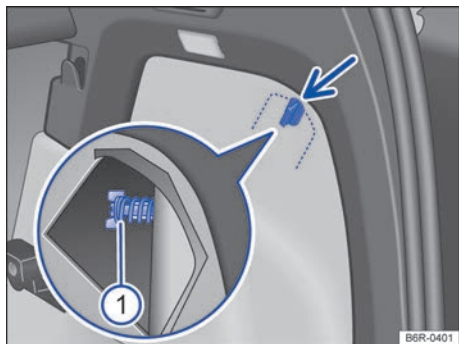

Fig. 159 Lateral del maletero: desmontaje del grupo óptico trasero.
- 3 Gire el cierre → fig. 159 (flecha) del guarnecido lateral del maletero hacia un lado.
- 6 Desenrosque el tornillo de fijación con la mano → fig. 159 ①.